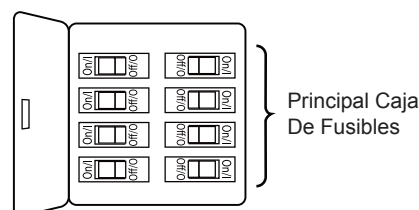

Figura 1
1. Extraiga la pieza de la bola colgante de la unidad de la bola colgante / varilla aflojando el tornillo de presión de la bola colgante hasta que la bola se libere de la varilla. Retire el pasador del barral y luego extraiga la semiesfera. Conserve el pasador y la semiesfera para su reinstalación en el Paso 6. (Figura 1)
Para evitar una posible descarga eléctrica, asegúrese de cortar la alimentación eléctrica de la caja de fusibles principal antes de colgar el ventilador. (Figura 1)
1. Para configurar el código de unidad del receptor. Deslice los interruptores de código a las mismas posiciones que en el transmisor. (Figura 1)